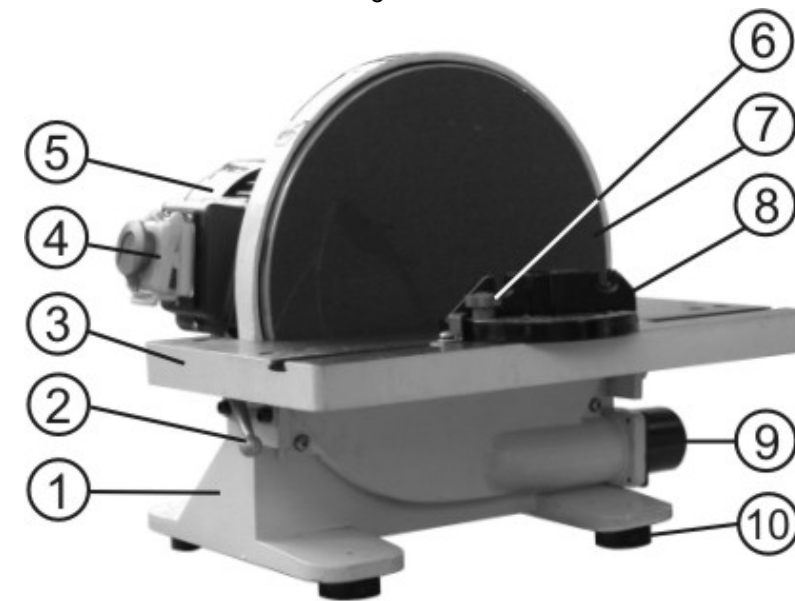

Рис.1
В паз рабочего стола (3) вставьте направляющую пластину транспортера (8), Рис.1.
9. ПОДГОТОВКА К РАБОТЕ (Рис.1)
10.2. Шлифование под углом (Рис.1, 3)
- 10.2.2. Для регулировки рабочего стола (3) поверните ручки фиксации положения стола (2), Рис.1, против часовой стрелки, установите стол (3) на необходимый угол наклона, поверните ручки (8), Рис.1, в противоположном направлении до определённого усилия. Хорошо закреплённый рабочий стол (3) обеспечит высокую точность.
Детали сборки «Корвет 50» (Рис. 1)